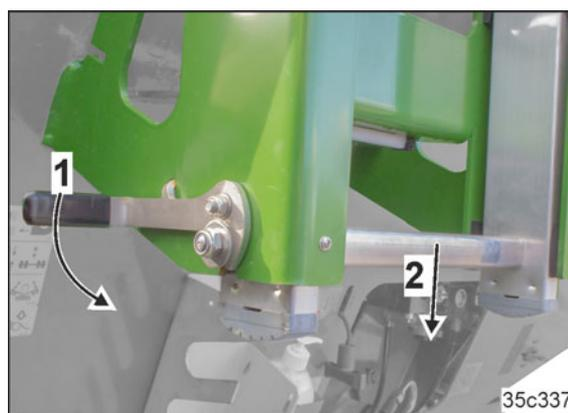

Fig. 249
1. Actionner le levier (Fig. 249/1) et déverrouiller l'échelle.
2. Tirer l'échelle vers le bas (Fig. 249/2).